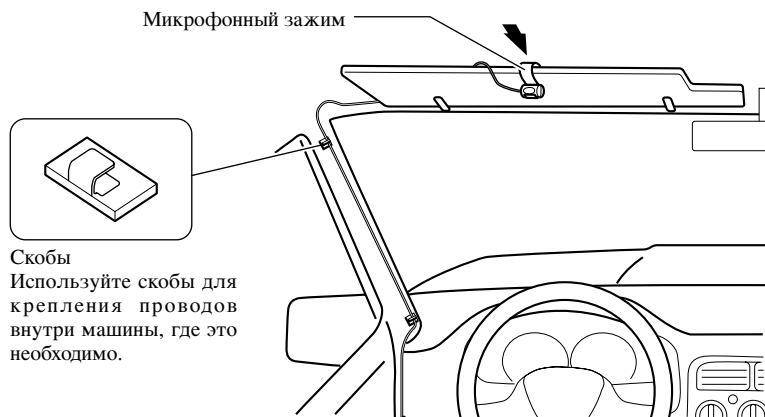

Рис. 17
2. Установка микрофонного зажима на солнцезащитном козырьке. (Рис. 17)